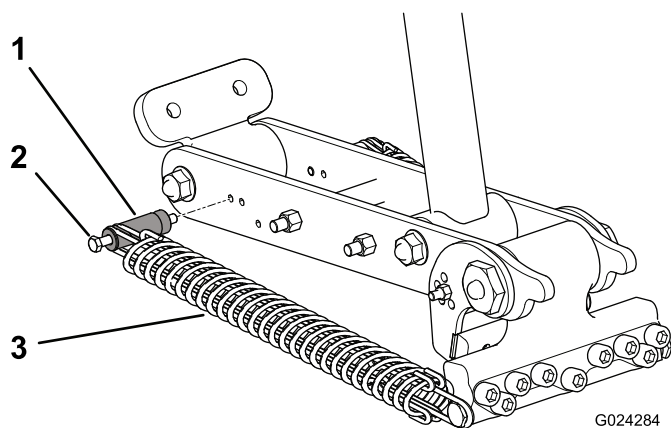
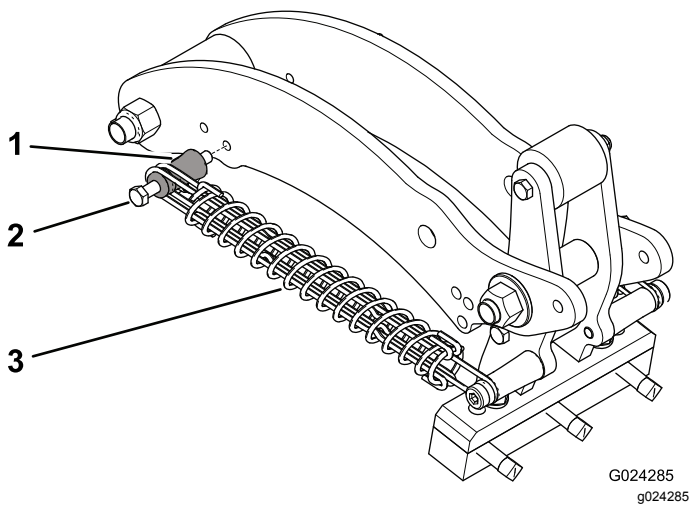

图41
图42
4. 卸下将弹簧安装杆螺栓固定至连杆臂的螺母图41 或图42。
- 从连杆臂上卸下安装杆螺栓和安装杆重新将它们插入另一个调节孔图41 或图42。